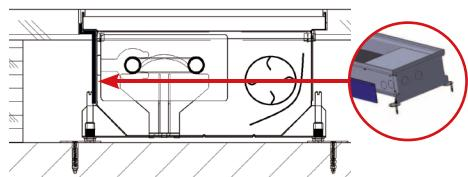

РИС. 6: Пустотельный пол – Технология для внутрипольного конвектора с вентилятором – для защиты пола со стороны теплообменника.
- › В случае установки конвектора в паркетный, ламинатный или деревянный пол взвесьте возможность использования теплоизоляции на наружной поверхности короба конвектора со стороны теплообменника (Рис. 6).